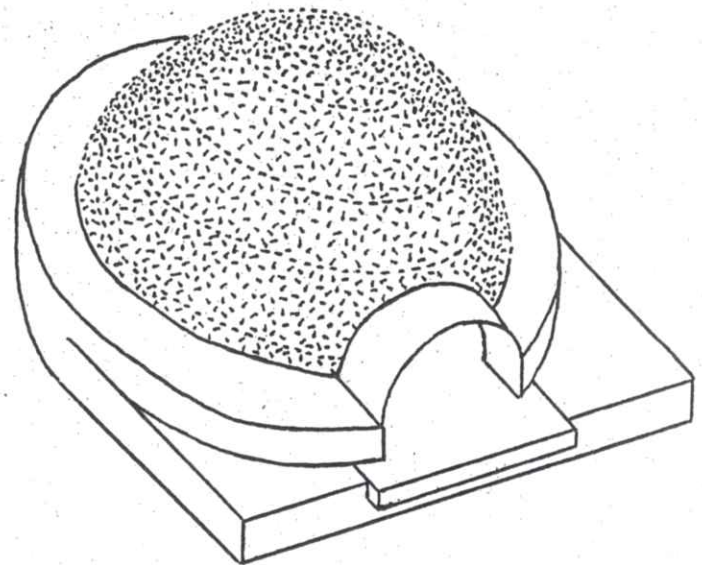

Figure 14 - le gabarit en sable et la tôle cintrée pour la bouche.
► Soit, former un tas de terre ou de sable humide de la forme de la voûte (figure 14).